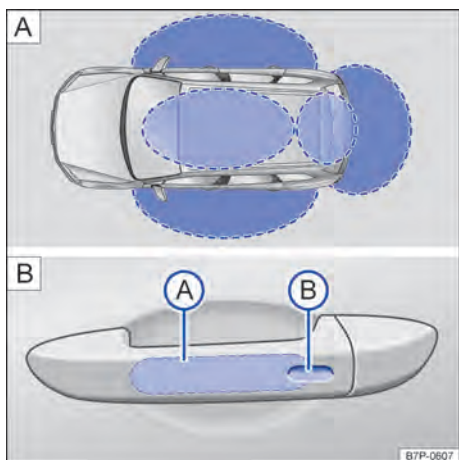

Fig. 63 Sistema de travamento e de partida Keyless Access sem chave: [A] áreas de aproximação. [B] Superfícies do sensor do travamento central.
Sistema de travamento e partida Keyless Access sem chave permite que o veículo seja destravado e travado sem a utilização ativa da chave. Para isso, é preciso haver uma chave do veículo válida na área de aproximação do veículo → Fig. 63 [A]. Ao tocar as superfícies do sensor nas maçanetas das portas dianteiras ou ao tocar o botão na tampa do compartimento de bagagem → Página 88, o veículo e a tampa do compartimento de bagagem destrava ou trava → ①.
- Tocar o sensor → Fig. 63 [A] na parte interna da maçaneta da porta do condutor ou da porta do passageiro.
- Tocar o sensor → Fig. 63 [B] na parte externa da maçaneta da porta do condutor ou da porta do passageiro *uma vez*.
Quando o veículo está travado e uma chave do veículo válida se encontra na área de aproximação → Fig. 63 [A] da tampa do compartimento de bagagem, esta destrava automaticamente ao ser aberta através do botão da maçaneta.